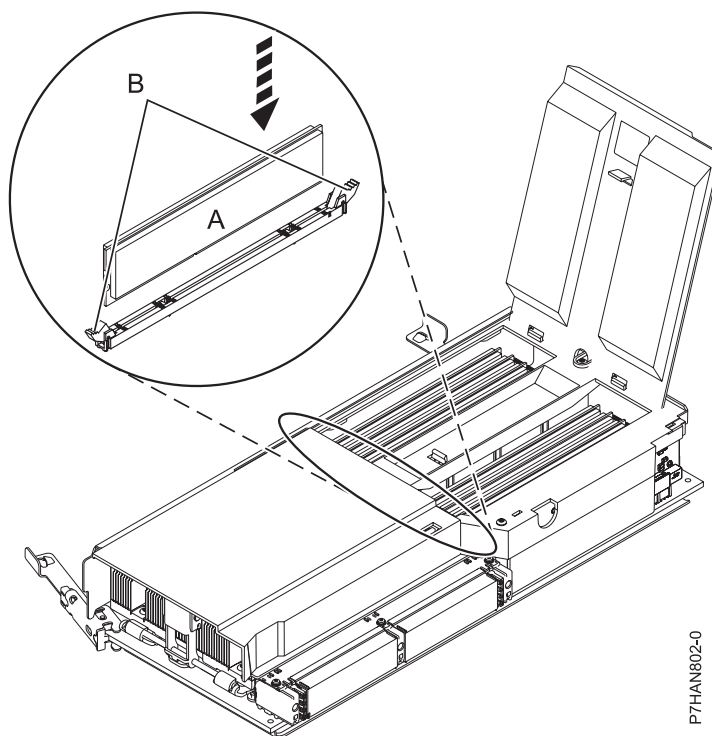

Figura 6. Substituindo um módulo de memória
7. Insira o módulo de memória firmemente no conector **(A)**, conforme mostrado em Figura 6 na página 10.
8. Fixe o módulo de memória com as presilhas de travamento **(B)** localizadas em cada extremidade do conector do módulo de memória, como mostrado em Figura 6 na página 10.